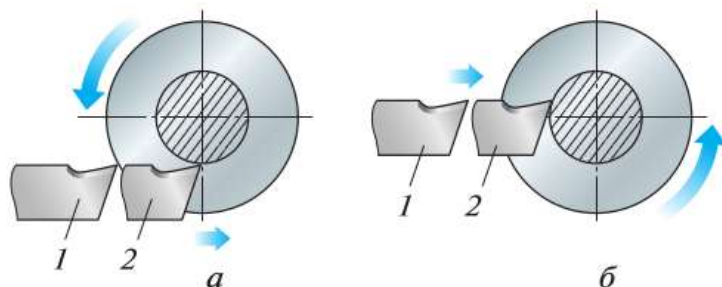

Рис. 5.26. Положение отрезного резца в конце отрезания заготовки:
1. Отрезной резец устанавливают строго перпендикулярно оси заготовки, как можно точнее по линии центров. Если его установить ниже линии центров, то повышается давление на переднюю грань (рис. 5.26, *а*). Если выше, то увеличивается трение его задней поверхности об обрабатываемую поверхность (рис. 5.26, *б*). Всё это может служить причиной поломки инструмента.